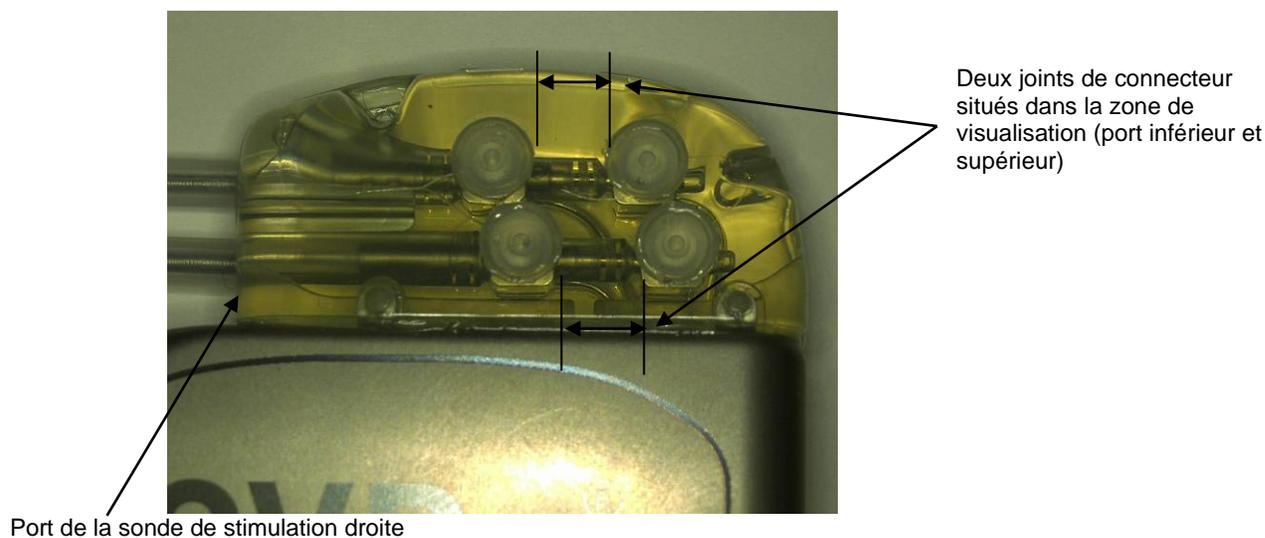
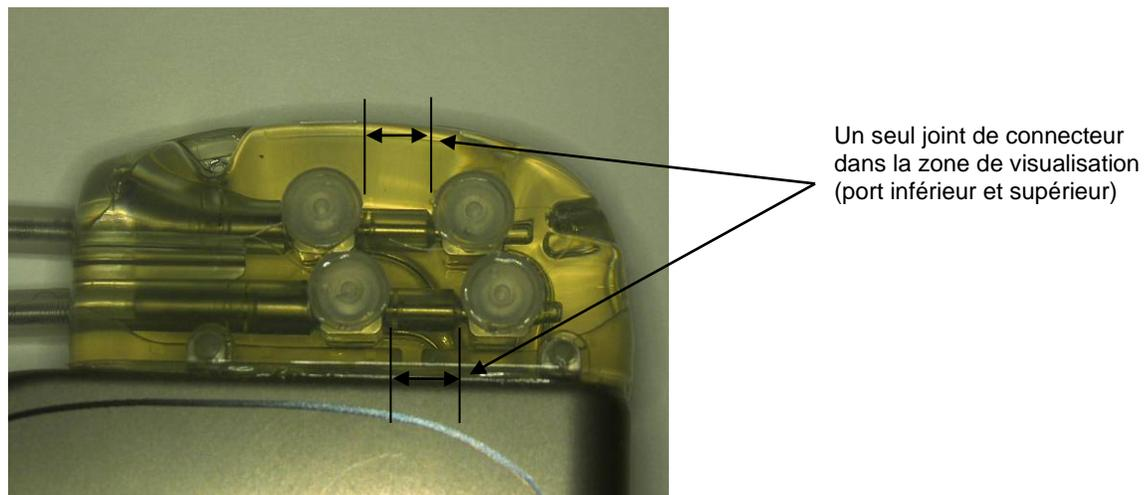

Figure 18 : insertion du connecteur dans le port du générateur d'impulsions implantable (insertion correcte)
Figure 19 : insertion du connecteur dans le port du générateur d'impulsions implantable (insertion incorrecte)
- Vérifiez l'insertion complète du connecteur dans le port en vérifiant que les joints sont visibles entre les blocs de vis (voir Figure 18 et Figure 19).